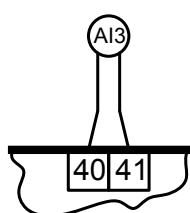
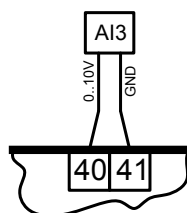

Figura 1
Figura 2
* Nel caso di utilizzo di sonda qualità dell'aria con uscita 0...10V, seguire i collegamenti come indicato nella figura 2. Negli altri casi (sonda di temperatura) effettuare i collegamenti come in figura 1.